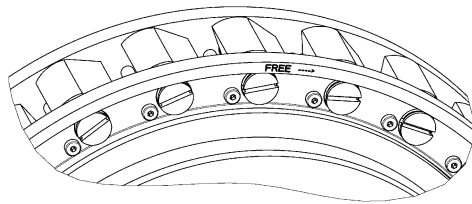

Abb. 5: Klemmkörper in „Eingriff“
- Innenring (2) inklusive Käfig (8) aus dem Außenring (1) heben, dazu geeignete Hebemittel an Hebegewinde des Innenringes anbringen
- Innenring inklusive Käfig (8) mit FREE nach UNTEN auf Montagetisch ablegen
- die Klemmkörper des Freilaufkäfigs mit einer Montagehilfe (O-Ring/ Kabelbinder) in Abhebestellung fixieren (siehe Abb. 5 und 6)
- die Klemmkörper des Freilaufkäfigs mit einem O-Ring/ Kabelbinder als Montagehilfe in Abhebestellung fixieren (siehe Abbildung 5 und 6)
- Innenring (2) mit Käfig (8) in Außenring (1) einsetzen bis die Hälfte des Klemmkörpers verdeckt wird